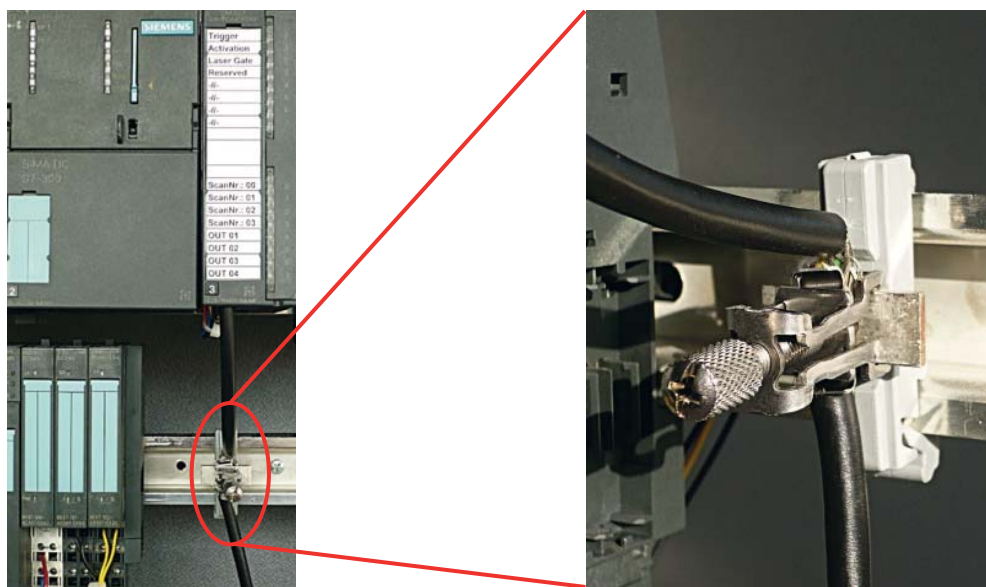

Figure 7.3 : Branchement du blindage des câbles sur l'API
- ✚ Serrez le blindage à plat sur FE dans l'API (voir figure 7.3).